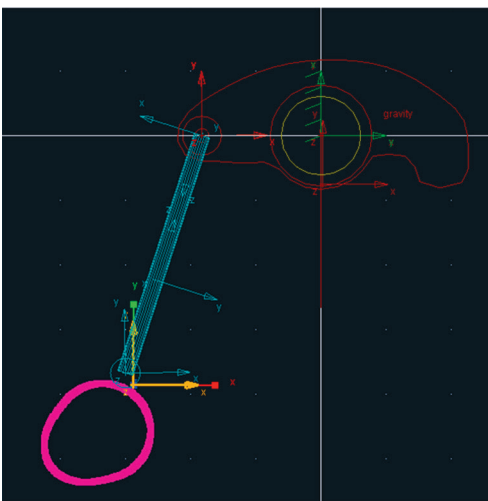

Figura 3.70 – Came reposicionada.
- Clique, com o botão direito do mouse, sobre a *came*, e selecione *Marker: MARKER\_9* → *Modify*, conforme mostrado na Figura 3.69(a). A caixa de diálogo *Marker Modify* será aberta (Figura 3.69(b)). No campo *Location* digite:  $-0.4724334605$ ,  $-0.633147181$ ,  $0.0$ . A Figura 3.70 ilustra a *came* reposicionada.